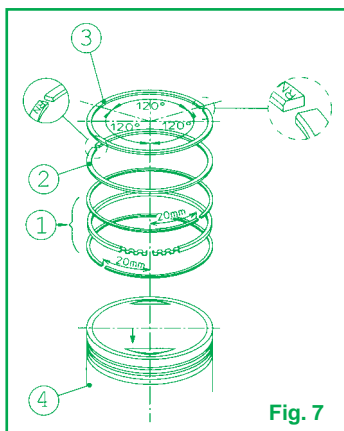

Fig. 7
- Introduire l'expanseur du segment racler d'huile dans la gorge spéciale sur le piston, monter l'élément inférieur puis l'élément supérieur en complétant le montage du racler d'huile (Fig. 7 - Dét. 1).
- Monter le deuxième segment avec l'inscription N tournée vers la partie supérieure du piston comme indiqué Fig. 7 - Dét. 2.
- Introduire le premier segment de compression, l'inscription N tournée vers la partie supérieure du piston comme indiqué Fig. 7 - Dét. 3.
- Mettre en place les segments comme indiqué Fig. 7.
- Mettre en place le piston sur la bielle et introduire le nouvel axe. S'assurer que la flèche gravée sur le ciel du piston est tournée côté échappement (Fig. 7 - Dét. 4).
- Vérifier à nouveau que les segments sont bien positionnés comme indiqué Fig. 7.